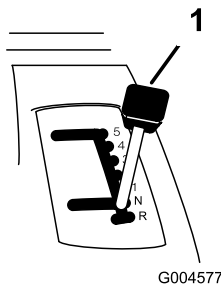

Figure 12
3. Mettez le levier de vitesse au point mort (Figure 12).